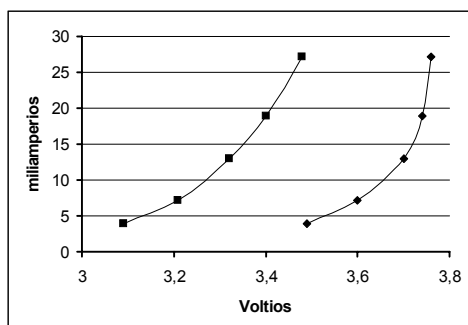

Figura 3. Relación entre la intensidad y el voltaje para dos diodos de la casa Nichia
-La intensidad nominal es de 20mA (miliamperios) con una caída de tensión típica de 3.6V, lo que corresponde a una potencia disipada de 72mW (milivatios). Los parámetros máximos son de 30mA y 120mW, siempre que se mantenga el conjunto a temperaturas inferiores a 25°C. Si se supera la temperatura máxima de la unión semiconductora (unos 100°C) el diodo se funde. En realidad, los LEDs poseen una respuesta no lineal de la intensidad frente al voltaje, incluso entre diodos de la misma procedencia se observan variaciones notables de estas características. Por ejemplo, nosotros medimos entre un total de unos 200 diodos de la casa Nichia, variaciones de voltaje entre 3.27V y 3.85V a una intensidad fija de 27mA (Figura 3).
Algún inconveniente también tienen los LED blancos, por ejemplo no son baratos y resultan difícil de conseguir, pero esto se solucionará con el tiempo. Pero quizá el mayor inconveniente es que para su correcto funcionamiento necesitan trabajar a intensidad constante. No les gusta en absoluto trabajar a voltaje constante ya que si éste se mantiene, sucede que conforme aumenta la temperatura de la unión semiconductora se produce un aumento de la intensidad a través del diodo. Este aumento de intensidad genera a su vez un nuevo aumento de temperatura y el LED puede entrar en una avalancha térmica y ser destruido. Si se observa la Figura 3, es como si el aumento de temperatura provocara el desplazamiento de la respuesta intensidad/voltaje hacia la izquierda de la gráfica. Por tanto cualquier montaje con LEDs, para que sea estable, debe de poseer algún tipo de limitación de intensidad y una buena disipación térmica.